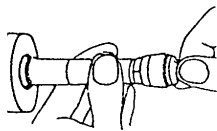

Fig. 4
- 3- Tourner la bague et ensuite le cliquet comme pour l'étalonnage (si vous avez donné 5 ou 6 tours dans le vide au cliquet au moment de l'étalonnage, donner le même nombre de tours en mesurant la pièce (fig. 4 et 5))